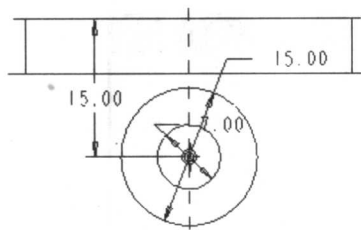

图 1-20 草绘二维图形
(4) 使用草绘工具绘制如图 1-20 所示的两个同心圆。在工具栏中单击  按钮, 完成草图的绘制工作。